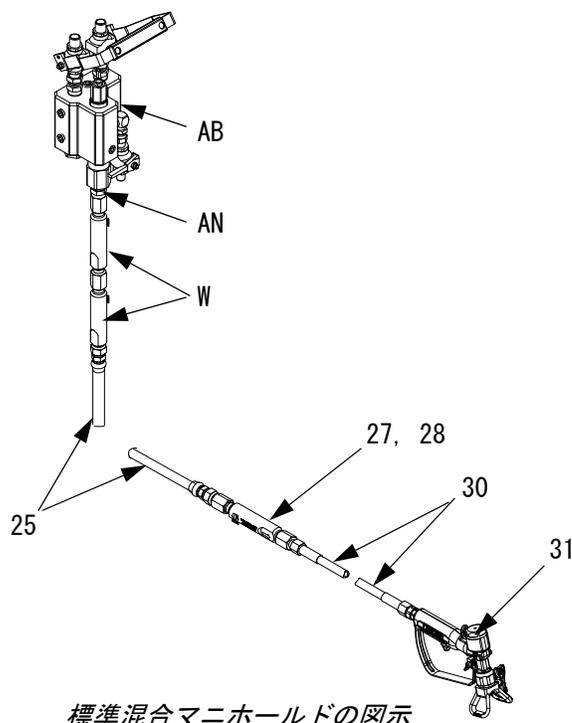

図 9
1. ミキサーエレメント (W) のある 2 つのプライマリ静電ミキサーチューブのアウトレットを液体混合ホース (25)、クリーンアップミキサー (27、28)、ホイップホース (30)、およびスプレーガン (31) に接続します。図 9 を参照してください。
2. 必要に応じ、混合ホース (25) とクリーンアップミキサー (27、28) 間に混合材ホースを追加します。